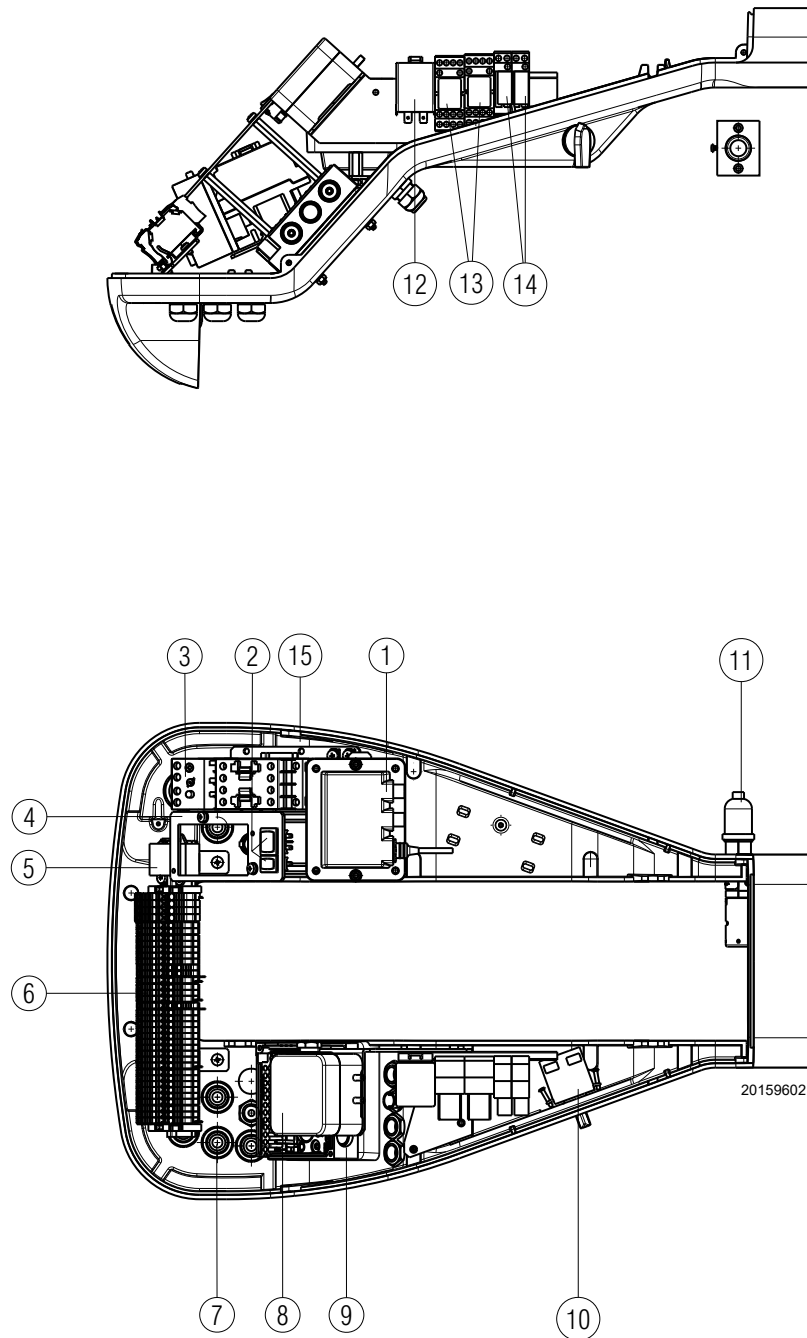

Fig. 6
- **Blocage des moteurs** : pour débloquer, appuyer sur le bouton du relais thermique 3)(Fig. 6).